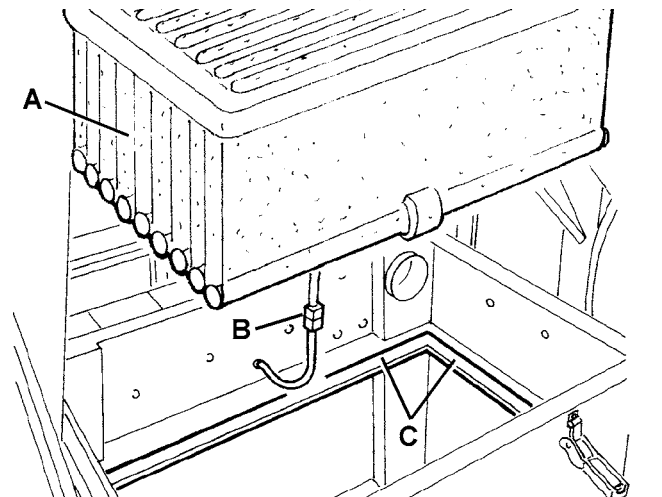

Abbildung 17
7. Den Stecker (B, Abb. 17) des Filterrüttlers trennen und den Staubfilter (A) entfernen.
1. Wenn nötig, die Gummidichtung (C, Abb. 17) reinigen, dann prüfen, dass sie unversehrt ist. Andernfalls ist sie zu ersetzen.